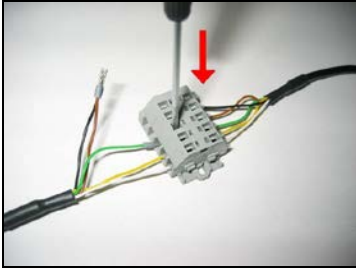

Abbildung 10: Sensorkabel mit USB-Kabel verbinden
2. Um den Kontakt zu lösen, drücken Sie mit einem Schraubendreher auf die einzelnen Kontakte des Klemmblocks (**Abb. 10**).